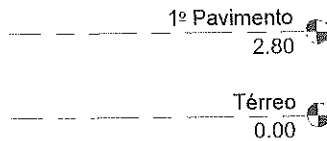

Figura A.4 – Níveis renomeados.
4. Primeiramente, vamos renomear os níveis existentes e mudar as cotas. Clique no nome do nível e mude-o. Ao ser questionado sobre a mudança dos nomes das vistas correspondentes, clique em **Sim**. Seu desenho deve ficar como na Figura A.4.